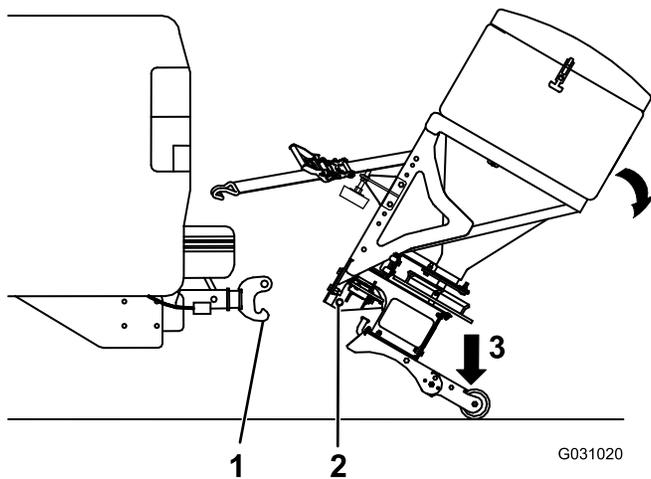

Figure 20
6. Faites basculer l'épandeur vers le bas pour dégager la goupille supérieure de la fixation RT3 (Figure 20).
7. Empoignez fermement l'épandeur puis mettez le pied sur le pied de support pour le faire pivoter en arrière jusqu'à ce que la goupille inférieure de la fixation RT3 passe le crochet sur le système d'attelage RT3 (Figure 20).